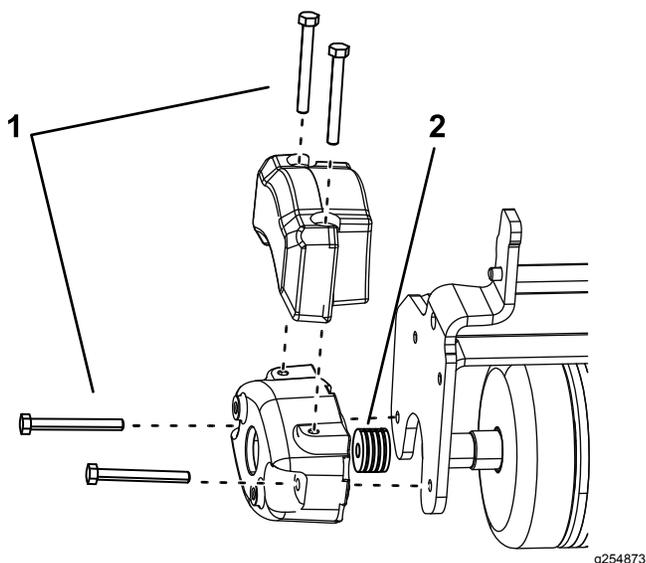

Figure 5
2. Installez 2 boulons (5/16"-18 x 2³/₄") comme illustré à la Figure 5.
3. Installez 4 entretoises (1/8") par boulon entre le contrepoids et la plaque latérale du rouleau triple (Figure 5).